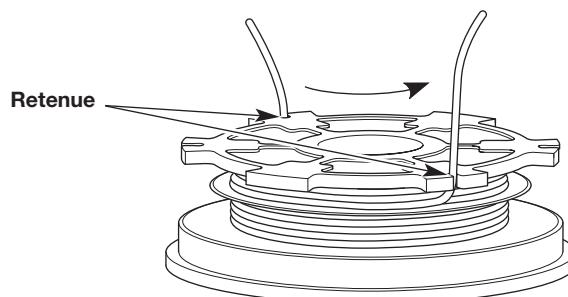

Fig. 15
3. Insérez les deux parties de 150 mm (6 po.) dans les deux fentes de retenue de 2,03 mm (0,080 po.) (Fig. 15).
4. Insérez les deux parties de 150 mm (6 po.) dans les deux fentes de retenue de 2,03 mm (0,080 po.) (Fig. 15).